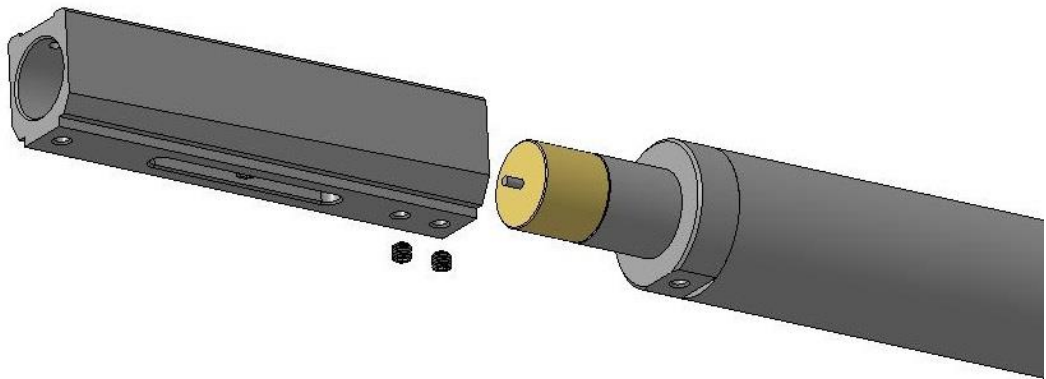

Рисунок 12.
- Извлеките резервуар из трубы ударника, ослабив 2 установочных винта (Рисунок 12).